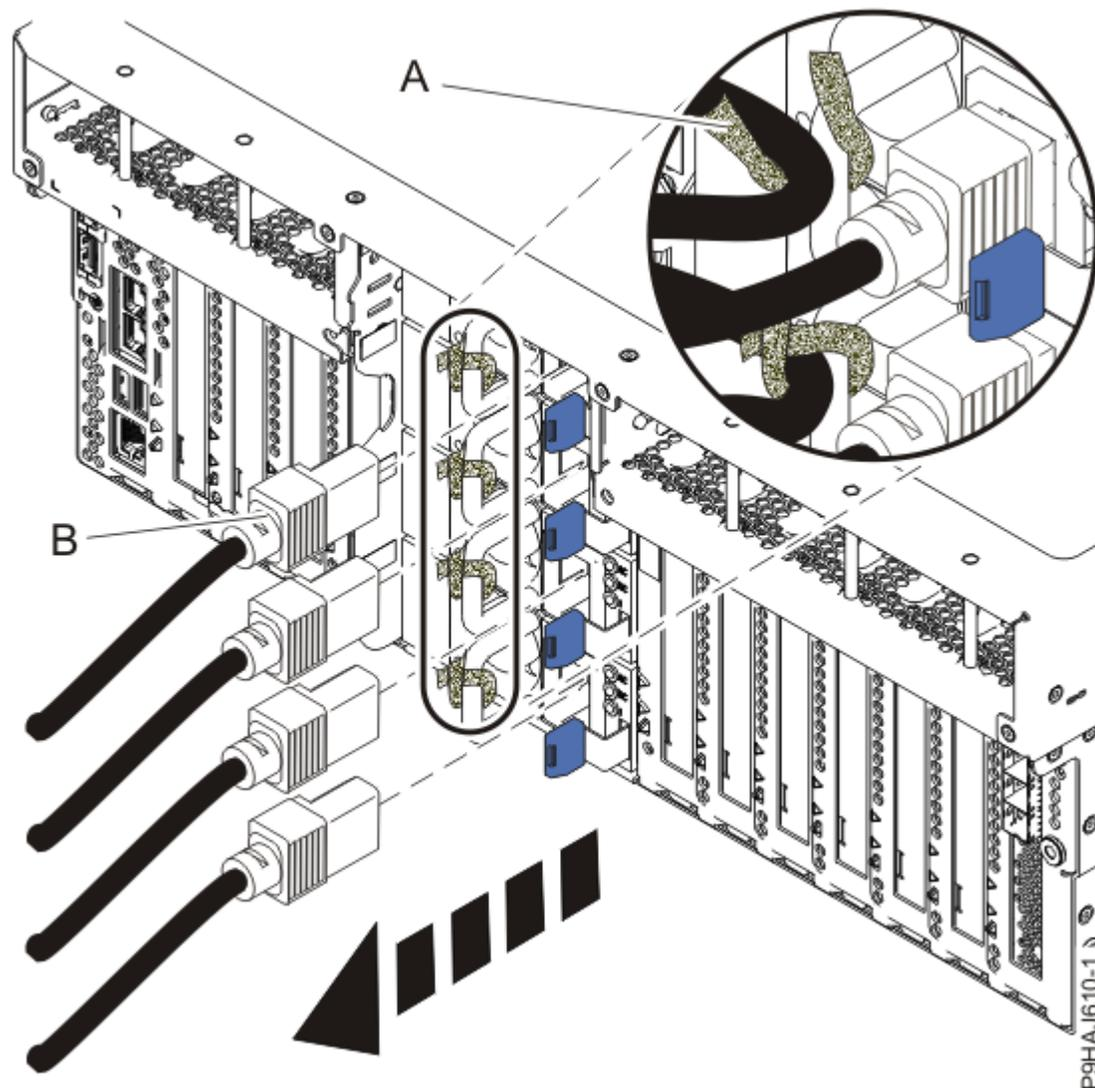

Abbildung 4. Netzkabel von einem Einschubserver abziehen
3. Kennzeichnen Sie die Netzkabel und ziehen Sie sie von der Systemeinheit ab. Siehe Abbildung 4 auf Seite 8 oder Abbildung 5 auf Seite 9.